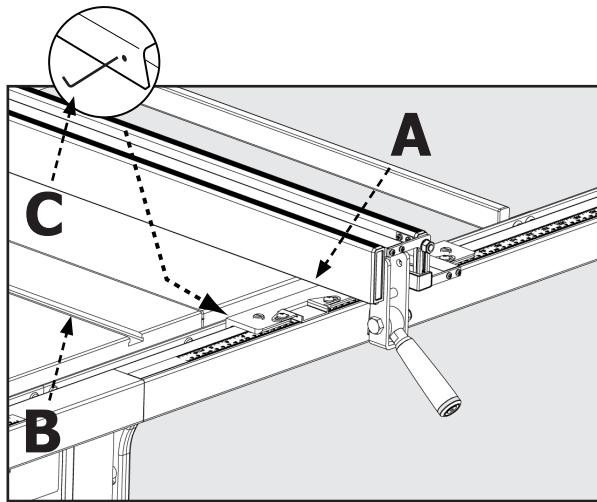

FIGURA 42
2. Si la parte frontal de la guía (A), Figura 42, no está paralela a la ranura del inglete (B), eleve la palanca de sujeción y levante la guía, luego colóquela sobre la mesa de la sierra.
3. Ajuste uno o ambos tornillos de fijación (C) 1/4 de vuelta o menos.